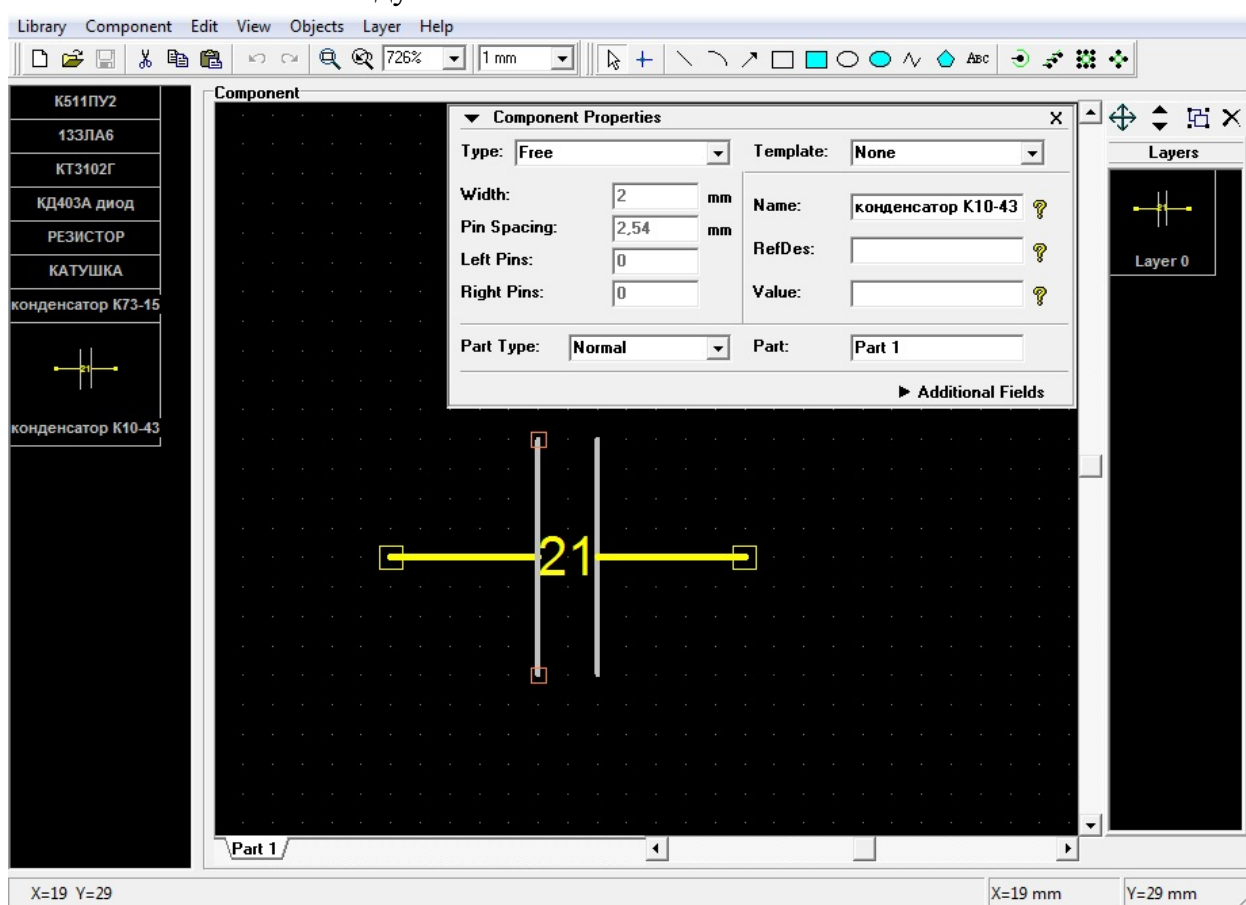

Рис. 1.1.12.
- Записать созданный УГО логического элемента в библиотеку. Для этого в окне Component Properties в поле Name ввести **конденсатор K73-15** (рис. 1.1.12.).